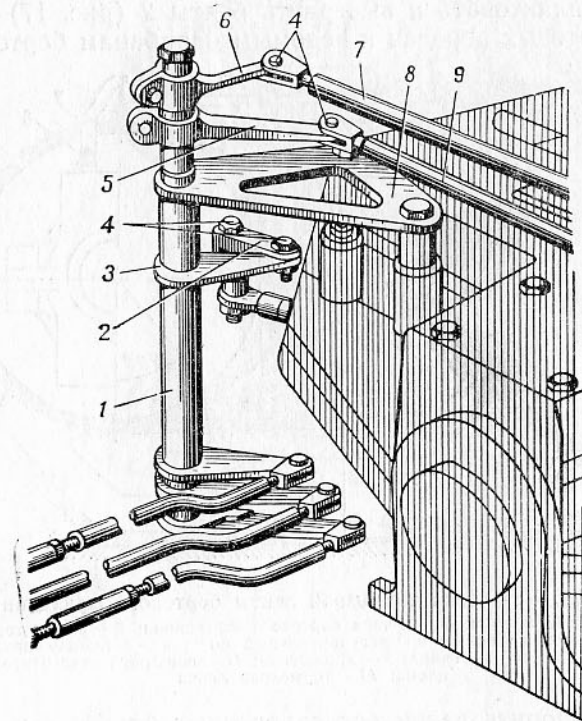

Рис. 18. Установка вертикальных валиков коробки передач:
13. Расшплинтовать, вынуть пальцы 4 (рис. 18) и отъединить тяги 2, 7, 9 от верхних рычагов 3, 5, 6 вертикальных валиков коробки передач. Снять тяги.
18. Установить кронштейн 8 (рис. 18) вертикальных валиков на место и прикрепить к коробке передач гайками. Застопорить гайки стопорными шайбами.